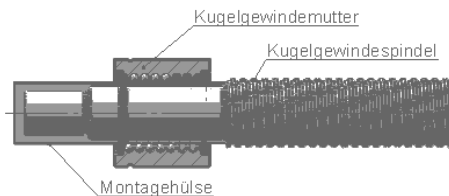

Abb. 2
- Eine der beiden Axialsicherungen der Mutterhülse abnehmen und diese mit der Mutter über das Wellenende schieben. Hülse zentrieren und gegen den Gewindeanfang drücken. (Abb.2)